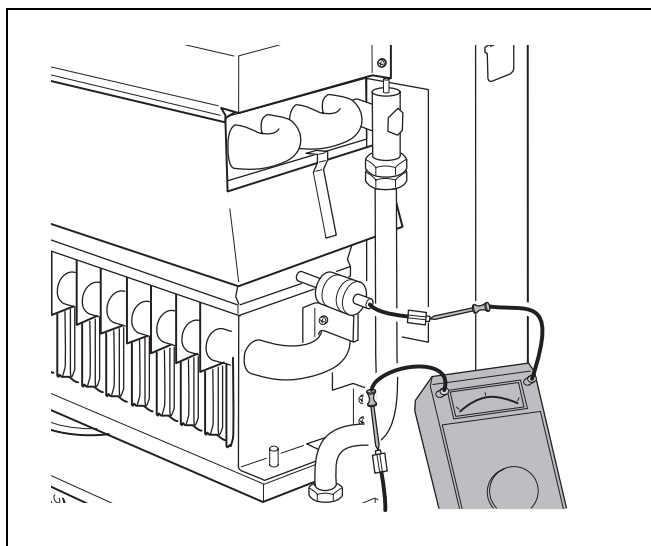

fig. 36 Mesurer le courant d'ionisation
- Mesurer le courant d'ionisation (fig. 36). Celui-ci doit être $> 2 \mu\text{A}$ (courant continu).